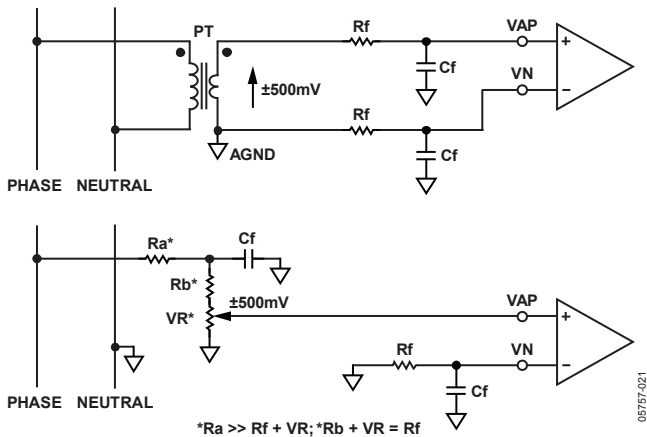

図 17. 電圧チャンネルの代表的な接続
図 17 は、電圧チャンネルの代表的な接続図を 2 つ示します。第 1 の方法では、変圧器 (PT) を使用して主電源電圧から完全に絶縁します。第 2 の方法は、中性線を避けて ADE7762 をバイアスし、抵抗分圧器を使用してライン電圧に比例する電圧信号を得ます。計器でゲイン・キャリブレーションを行うときは、Ra、Rb、VR の比を調整すると便利です。VR はポテンショメータまたはバイナリ加重直列抵抗を使用して実装できます。いずれの構成も良好に動作しますが、ポテンショメータは時間の経過に伴ってノイズが発生することがあります。ノイズを最小限に抑えるには、VR の代わりに 2 個の固定値抵抗を使用します。